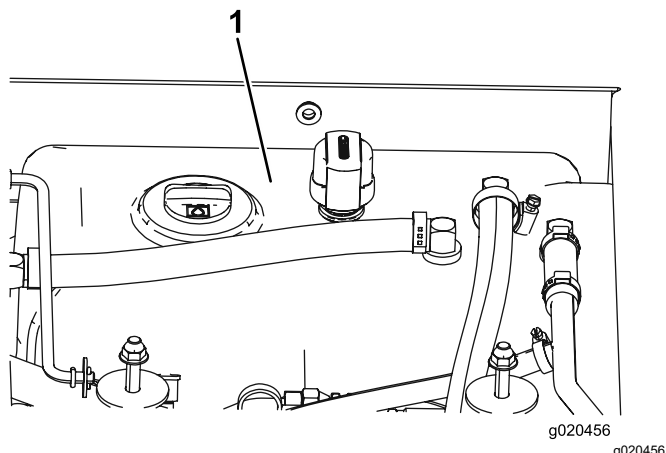

Figura 86
4. Llene el depósito (Figura 86) con fluido hidráulico; consulte Comprobación del fluido hidráulico \(página 81\).